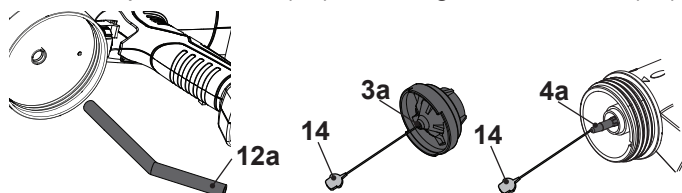

Fig. 13
- > Retirez le tube d'aspiration (12a) du réservoir de peinture (12) (Fig.13)
- > Retirez l'écrou de raccordement (1), le capuchon d'air (2) et la buse de pulvérisation (3) de la tête de pulvérisation (4).
- > Nettoyez avec soin toutes les pièces détachées avec l'agent de nettoyage. Utilisez le goupillon de nettoyage (14) pour enlever tout résidu de peinture des trous de la buse de pulvérisation (3a) et de l'aiguille de la buse (4a) (Image 13).